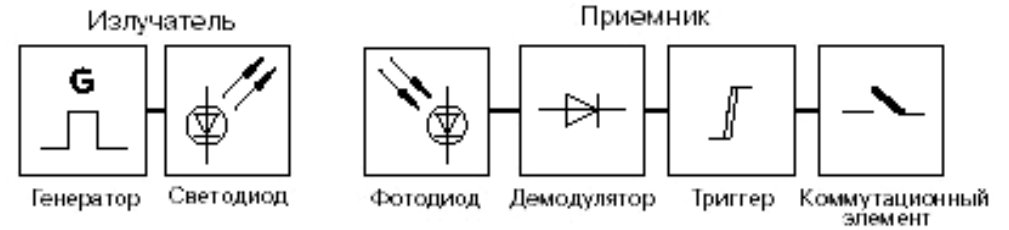

Рис. 1 Функциональная схема оптического щелевого датчика.
2.11. Функциональная схема датчика приведена на рис. 1 Приложения.